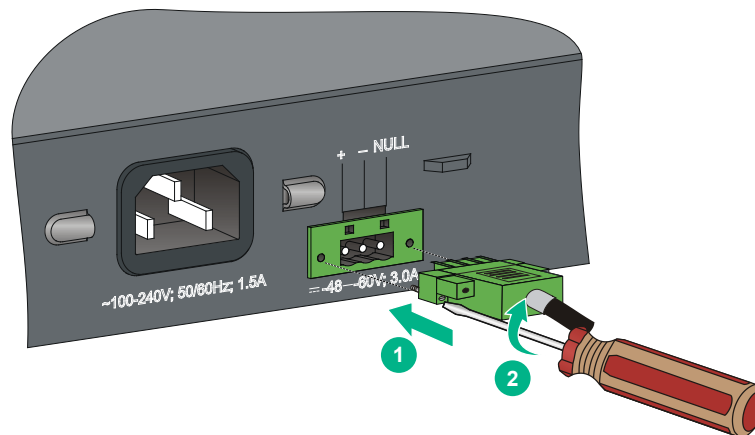

図 3-21 装置への DC ケーブルの接続
- 2) DC 電源ケーブルを準備し、装置接続側のプラグの向きに注意して、図 3-21の①に示すように電源ソケットをプラグに挿入します。ソケットに確実に挿入してください。プラグがソケットに挿入できない場合、無理に押し込まないで、再度プラグの向きや接続部を確認してください。
- 3) 図 3-21の②に示すように電源ソケットと装置を固定するためにマイナスドライバを使用してネジを締めてください。